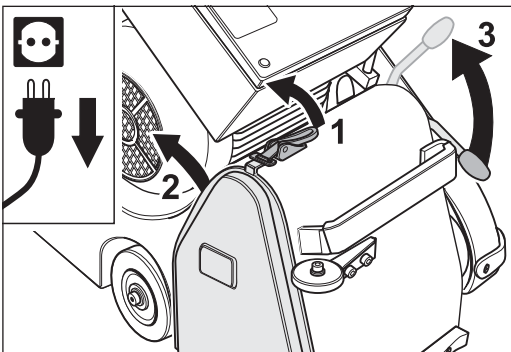

Abb. 87 Den Deckelverschluss öffnen (1) und das Abdeckblech entfernen (2). Den Bedienungshebel am Aggregat hochziehen (3) und dadurch die Spannwalze absenken.
- 3 Öffnen Sie den Deckelverschluss (Abb. 87, 1) und nehmen Sie das Abdeckblech an der rechten Seite des Maschinengehäuses ab (Abb. 87, 2).
- 4 Ziehen Sie den Bedienungshebel des Aggregats nach oben (Abb. 87, 3). Dadurch wird die Spannwalze abgesenkt.